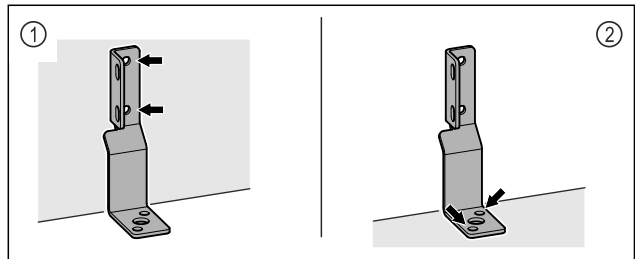

Fig. 6
- ▶ Fissare l'angolare alla parete Fig. 6 (1) o al pavimento Fig. 6 (2).